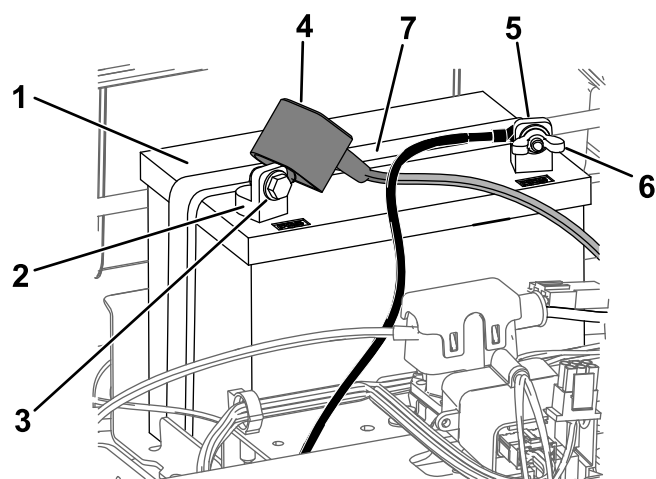

Figura 49
4. Deconectai cablul negativ (negru) de legare la masă de la suportul bateriei (Figura 49).
6. Deconectai cablul pozitiv (rou) de la borna bateriei (Figura 49).
7. Scoateți elementul de fixare a bateriei (Figura 49) și ridicați bateria din compartimentul său.
1. Amplasai bateria în compartimentul său (Figura 49).
5. Fixezi bateria cu elementul de fixare (Figura 49).